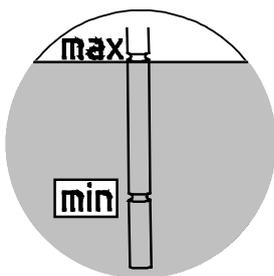

Рисунок 27: Проверка уровня масла с помощью масломерного щупа
4. **Редукторы с маслоизмерительным бачком:** Уровень масла в бачке проверяется с помощью резьбовой пробки с масломерным стержнем (резьба G1¼). Уровень масла должен находиться между нижней и верхней отметкой полностью закрученного масломерного щупа (см. Рисунок 27). При необходимости слить лишнее масло или долить масло такой же марки. Разрешается эксплуатировать указанные редукторы конструктивных исполнений, перечисленных в разделе 7.1 "Конструктивные исполнения и техобслуживание"